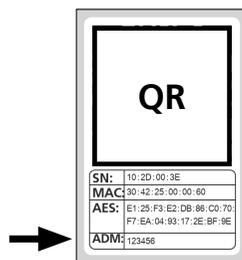
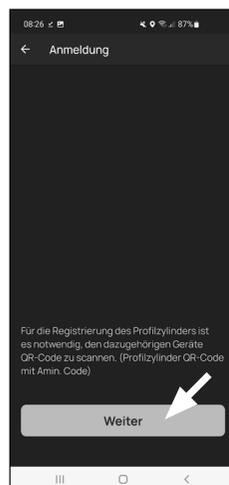

Fig. 4
Fig. 3
- 3 Vous êtes invité à scanner le code QR du cylindre fourni, à l'aide de la caméra du smartphone (Fig. 3). Le code QR se trouve sur l'autocollant joint à l'emballage (Fig. 4).
**!** **Attention :** Deux autocollants avec des codes QR accompagnent le kit, d'une part pour le cylindre, d'autre part pour le clavier. Vous identifiez le code QR nécessaire au cylindre au code administrateur en bas sur l'autocollant, signalisé par la désignation « ADM » (Fig. 4).
- 4 Appuyez sur « Continuer » (Fig. 3). Il se peut que vous soyez invité à confirmer l'accès de l'appli à la caméra.
- 6 Un message apparaît immédiatement avec les données de votre cylindre : confirmez-le en bas à droite par « OK » (Fig. 4).